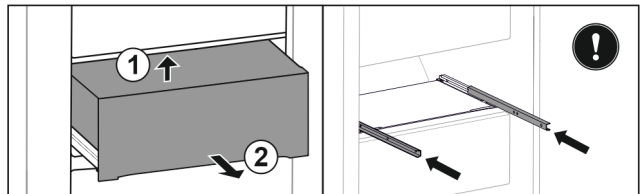

*Fig. 147*
- ▶ Приподнимите выдвижной ящик спереди. *Fig. 147 (1)*
- ▶ Извлеките выдвижной ящик движением вперед. *Fig. 147 (2)*